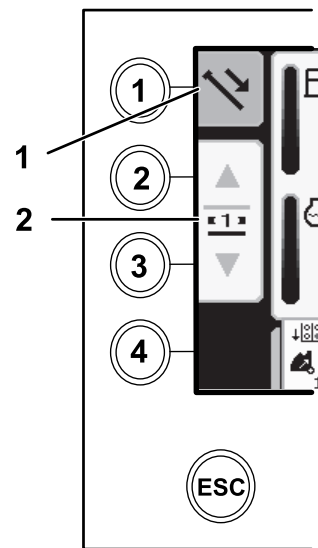

Figura 24
1. Pulse el botón 1 para seleccionar Empujar tubo (Figura 24).
2. Pulse los botones 2 y 3 para seleccionar la fila de la que desea obtener el tubo (Figura 24).